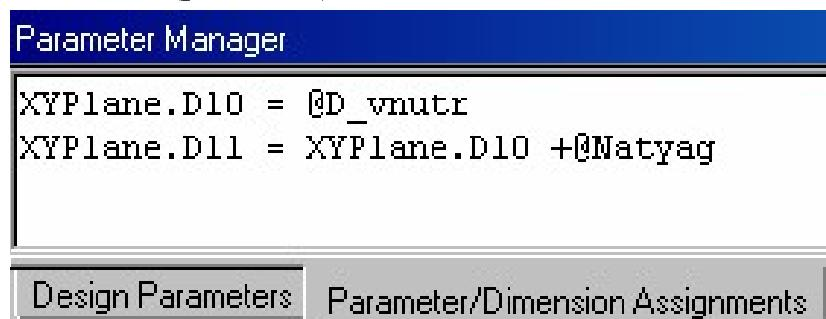

Рис. 5.12. Взаимосвязи параметров
*signment*”. В этом окне вводим уравнения, описывающие связи между входными и выходными данными (рис. 5.12).